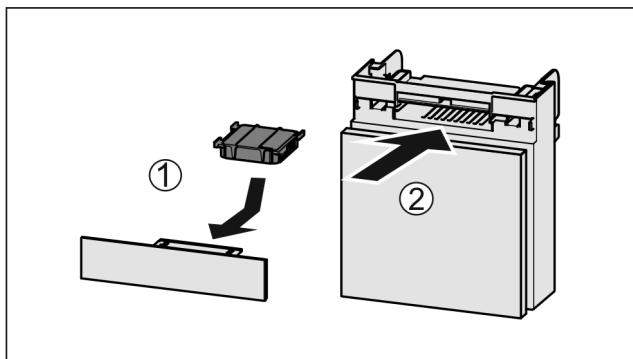

Fig. 136
- Umetnute filter s aktivnim ugljenom kao što je prikazano na slici Fig. 136 (1).
- Umetnute pretinac Fig. 136 (2).